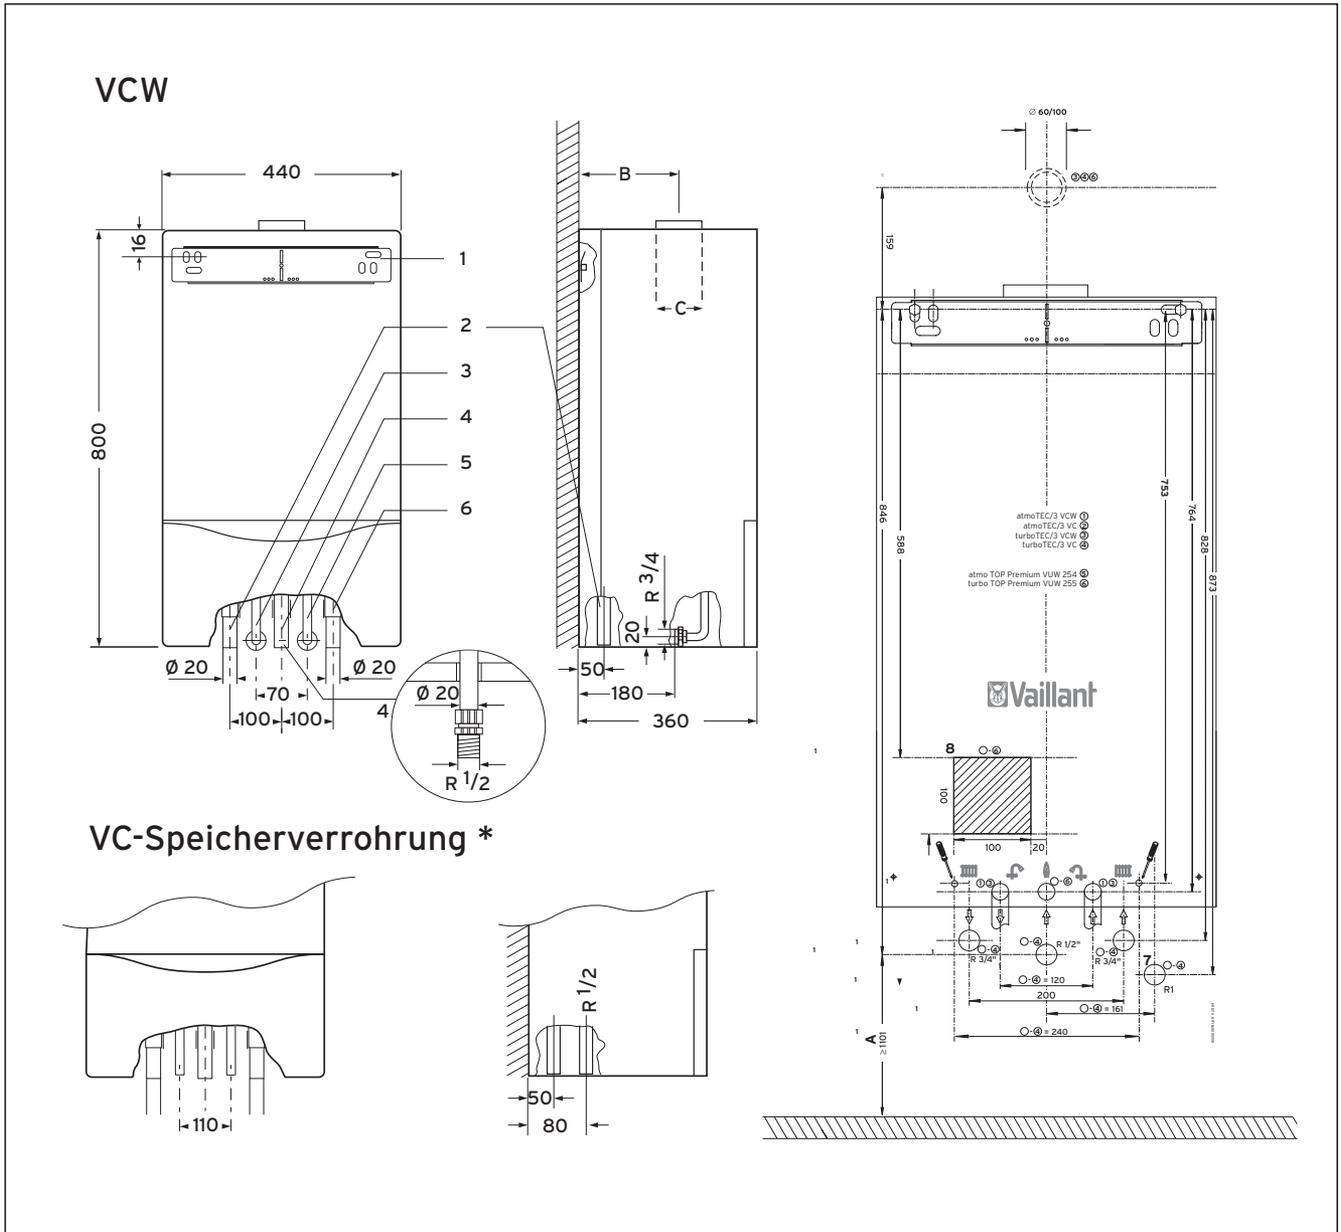

Abb. 3.4 Anschlussmaße (in mm)
- Legen Sie die Montagehöhe für das Gerät fest. Beachten Sie insbesondere das Maß A (s. Abb. 3.4), wenn das Gerät mit einem Warmwasserspeicher des Typs VIH CR oder CQ kombiniert werden soll.
- Ermitteln Sie mit Hilfe der dem Gerät beiliegenden Montageschablone die Befestigungsbohrungen für den Halter (1) und die Anschlusskonsole (Zubehör) (2).
- Befestigen Sie den mitgelieferten Halter (1) an der Wand.
- Montieren Sie die Anschlusskonsole (2).
- Setzen Sie das Gerät von oben auf den Halter auf, und führen Sie gleichzeitig die Anschlussrohre für Heizungsvorlauf (3) und -rücklauf (4) in die entsprechenden Anschlüsse an der Anschlusskonsole ein.
- Zusätzlich bei Geräteausführung VCW: Montieren Sie die Leitungen für Kaltwassereinlauf (5) und Warmwasserauslauf (6) an der Unterseite des Gerätes.